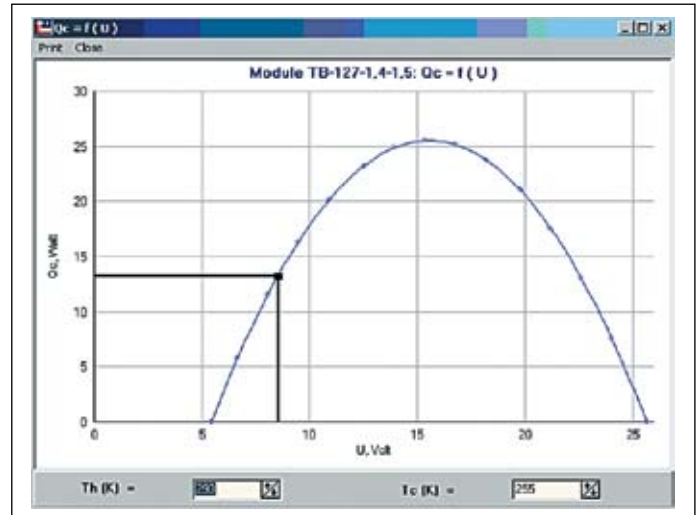

Рис. 19. Определение рабочего напряжения по значению требуемой холодильной мощности
6. На графике $Q_c = f(U)$ группы № 1 (рис. 19) находим рабочее напряжение $U = 8,5$ В, которое соответствует холодопроизводительности $Q_c = 13$ Вт.